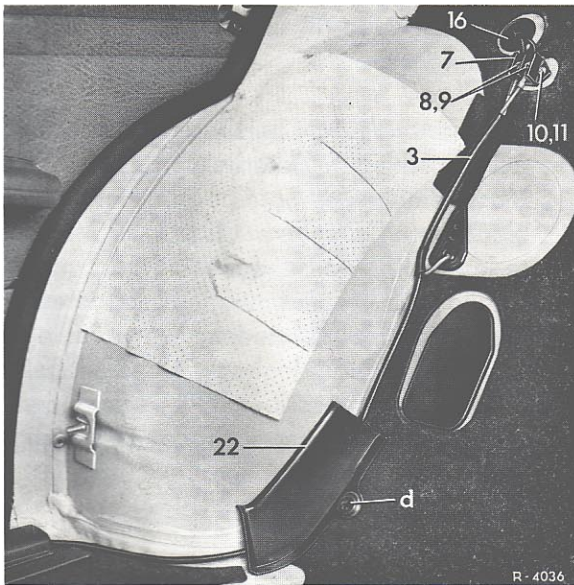

Bild 67-2/4
11. Elektrische Leitungen 3 und 5 des Zusatzleitungssatzes (3) am Kabelverbinder (7) bzw. an der vorhandenen Massestelle der Heckleuchten im Kofferraum anschließen, bei Einscheiben-Sicherheitsglas elektrische Leitung 5 (Masse) aus dem Zusatzleitungssatz (3) herausziehen (Bild 67-2/1 und 4).
12. Abdeckung (22) mit der serienmäßig vorhandenen Dichtschrabe (d) an der Verankerung für Sicherheitsgurte montieren (Bild 67-2/4).